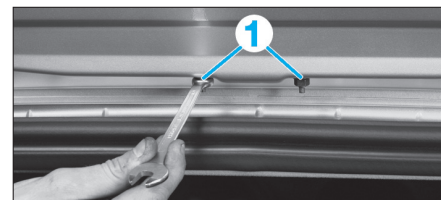

Fig. 37
- Déposer les écrous (1) (Fig.37).